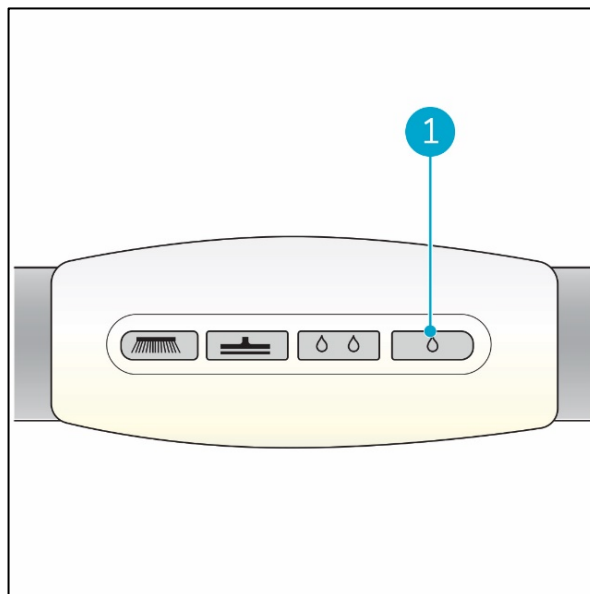

Figura 19
1. Puedes activar el modo ECO si pulsas el botón ECO (Figura 19, pos. 1).